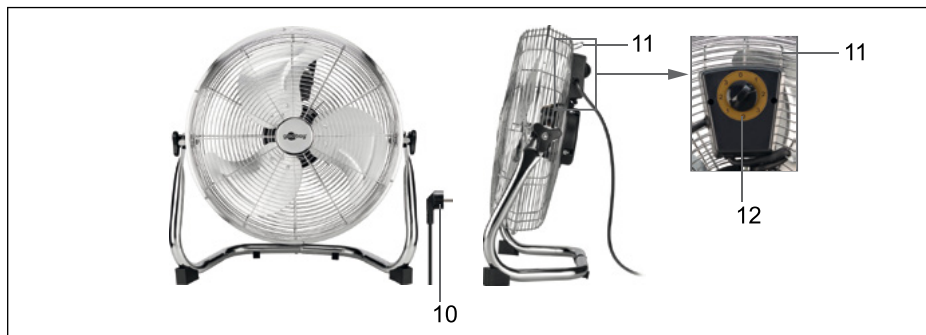

Fig.61: Zmontowany wentylator
1. Wentylator podłogowy retro chwycić tylko za rękojeść (11, rys. 61) i ustawić na stabilnej, poziomej i niezapyłonej powierzchni.
*Siłę nadmuchu można regulować trzystopniowo za pomocą wyłącznika czteropozycyjnego (12, rys. 61):*